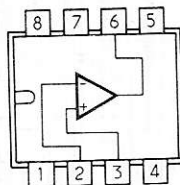

Figure 8
Nous donnons, d'ailleurs, à la **figure 8**, en (A) le branchement du TL080 AC en boîtier rectangulaire 8 broches et, en B de la même figure, le branchement, en boîtier cylindrique 8 fils, du TL080 C.
Dans le cas de ceux de la **figure 8**, on dispose, en plus des broches indiquées sur le schéma, des suivantes : 1 = OFFSET; 4 = masse, 5 = Offset, 7 = V+, 8 = compensation.